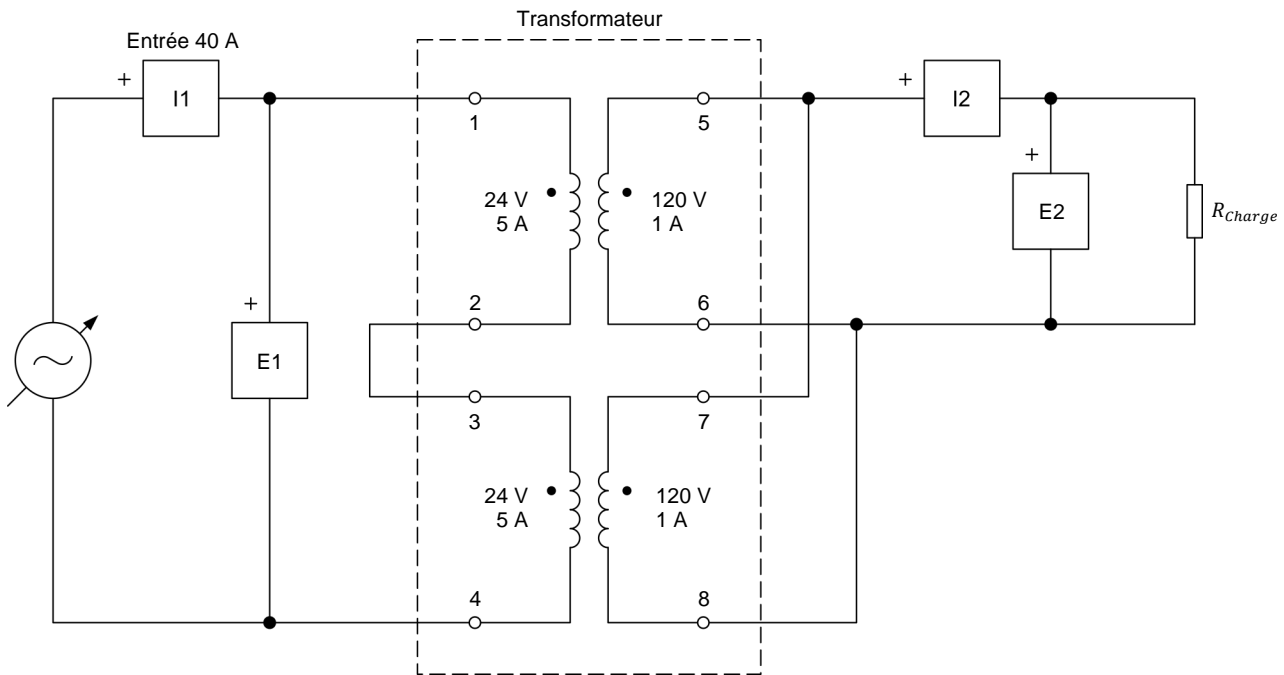

Figure 31. Transformateur élévateur connecté à une charge résistive.
34. Connectez l'équipement tel que montré dans la figure 31.